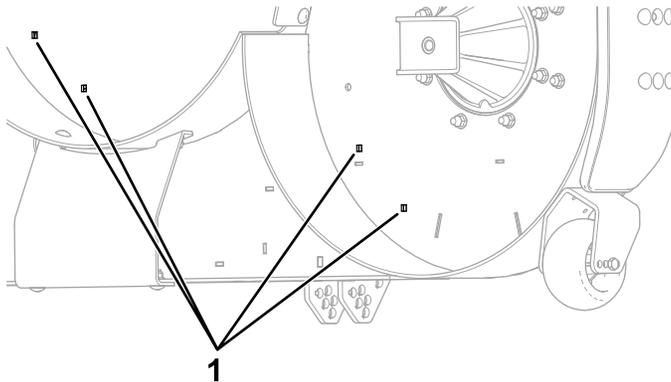

Figura 5
1. Retire os quatro tampões da plataforma do cortador (Figura 5).